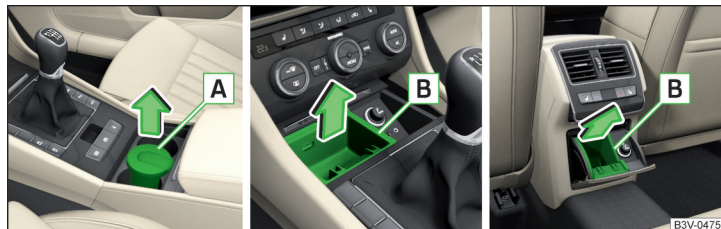

Fig. 132 Extragerea scrumierei față / extragerea corpului scrumierei față / extragerea corpului scrumierei spate
► Apucați scrumiera (nu de capac) și **scoateți-o** în direcția săgeții » fig. 132.
► Pentru **scoaterea** corpului, deschideți scrumiera până la limită, prindeți de corp în zona și scoateți-o în sensul săgeții » fig. 132.